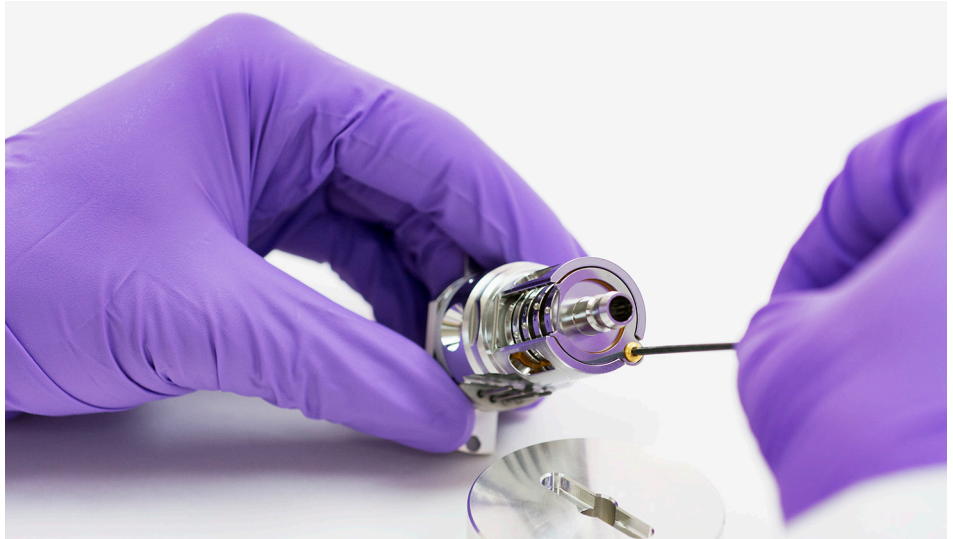

Figure 57. Fixer la vis de la lentille et l'isolant de l'anneau de verrouillage.
- 4 En utilisant le tournevis Torx T6, installer et fixer les filets de la vis plaquée or et l'isolant de lentille de l'anneau de verrouillage qui maintient la lentille en place. (Voir **Figure 57**.)